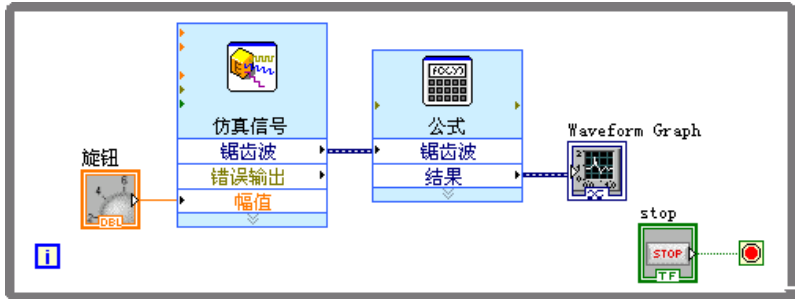

图 1-8 采集信号 VI 的程序框图
13. 用连线工具连接“公式” Express VI 的**结果**输出端和**波形图**接线端。查看该 Express VI 与接线端之间的连线。Express VI 和接线端上的箭头表示数据沿着连线流动的方向。程序框图如图 1-8 所示。